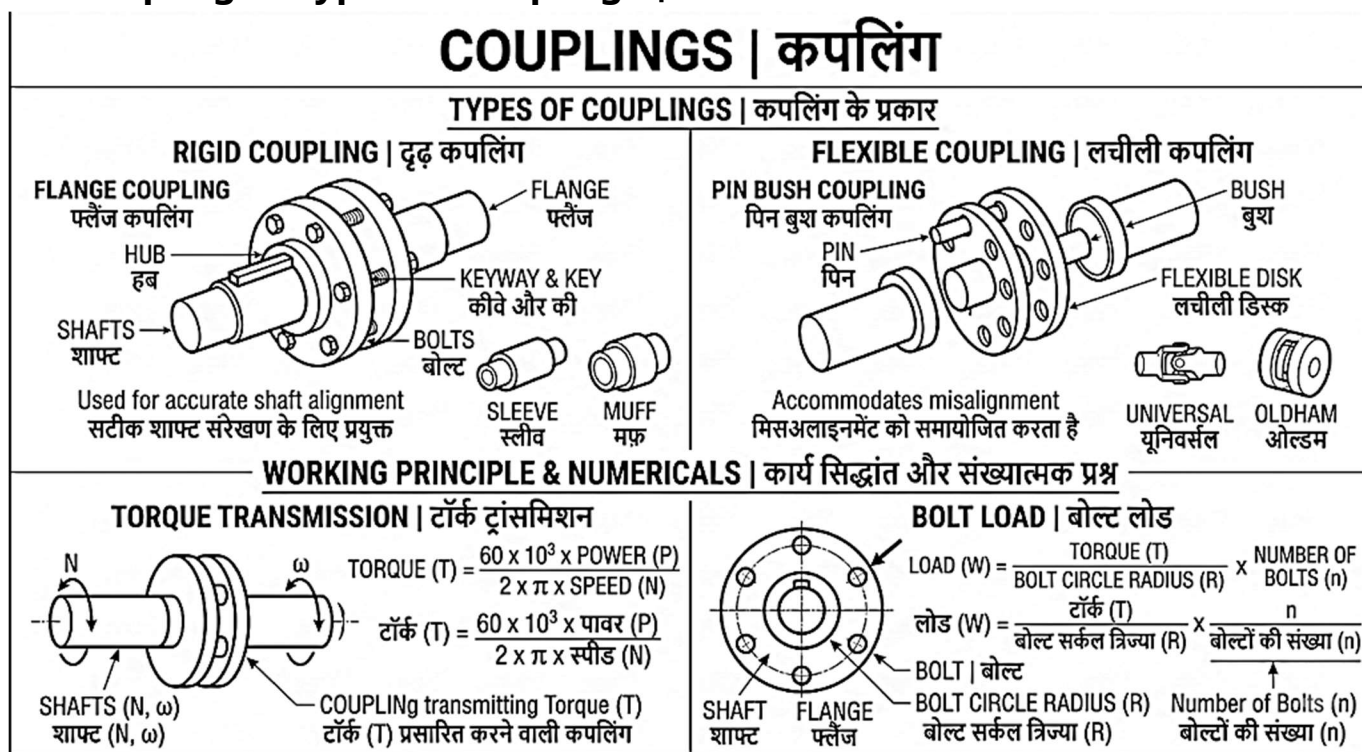

Fig.5.5: Couplings and Their Types | कपलिंग एवं उनके प्रकार
5.5.1 Introduction to Couplings (Fig.5.5)
5.5.1 कपलिंग का परिचय (Fig.5.5)